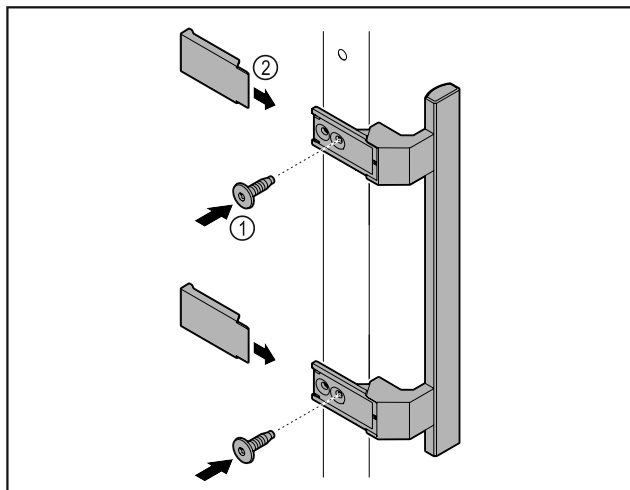

Fig. 3
- ▶ Szerelje fel az ajtóra a kilincset a csomagban található csavarok Fig. 3 (1) segítségével.
- ▶ Helyezze fel a fedelet Fig. 3 (2).